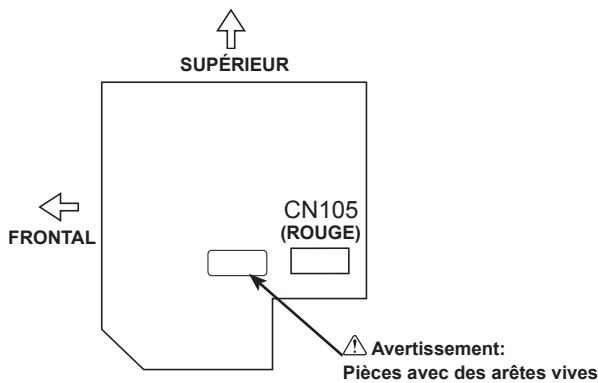

Fig. 6-6
7. Raccorder correctement le code électrique de l'interface radiofréquence au connecteur CN105 (ROUGE) du panneau du contrôleur intérieur. (Fig. 6-6)
- (D) Couvercle de boîtier électrique (supérieur)
- (E) Couvercle de boîtier électrique (latéral)
- (F) Vis (couvercle supérieur)
- (G) Vis (couvercle latéral)
- (H) Thermistance de température ambiante (TH1)
- (I) Vis (couvercle latéral)
- (J) Panneau du contrôleur intérieur